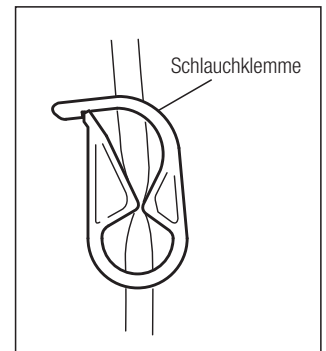

Abb. 9
- 1) Schließen Sie die Schlauchklemme, die sich zwischen der Kühlmittelnadel und der Kühlmittelpumpe befindet (Abb. 9).